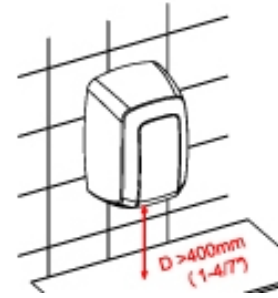

Figura 13
**NOTA:** prever una distancia mínima de 15.80" (400 mm) respecto a repisas, mármoles o lavamanos (Figura 13). Evitar en lo posible la presencia de superficies reflectantes en la zona de actuación del sensor IR del secador de manos.